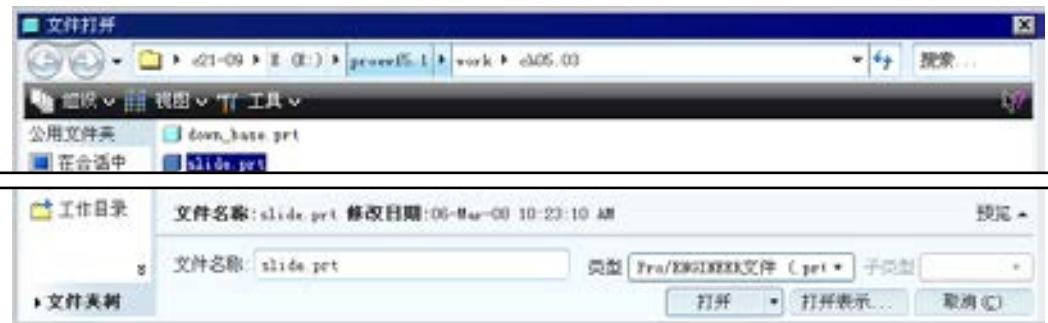

图 5.3.1 “文件打开”对话框
Step2. 单击工具栏中的按钮 (或选择下拉菜单 **文件(E) ➔ 打开(O)...** 命令)，系统弹出图 5.3.1 所示的“文件打开”对话框。